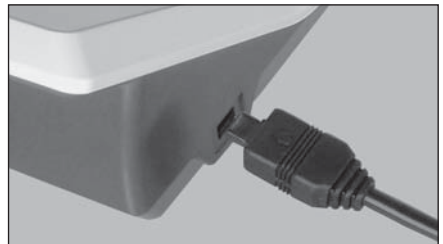

Fig. 1
- 1) Posicione a ficha do transformador CA de forma que o símbolo ➔ fique na face inferior e depois introduza-a na tomada respetiva na parte lateral da unidade de controlo. (Fig. 1)